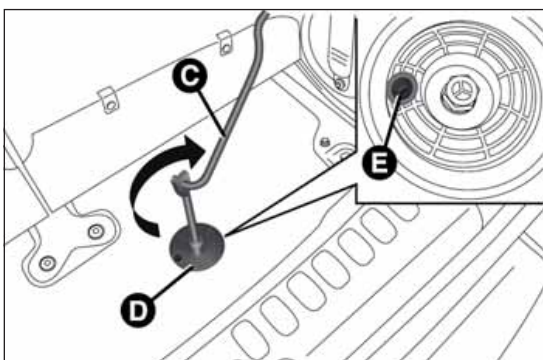

Abb. 39
- Den Schlüssel C Abb. 39 auf die Vorrichtung D bauen und so im Uhrzeigersinn drehen, dass der Blockierbolzen der Halterung des Notrads